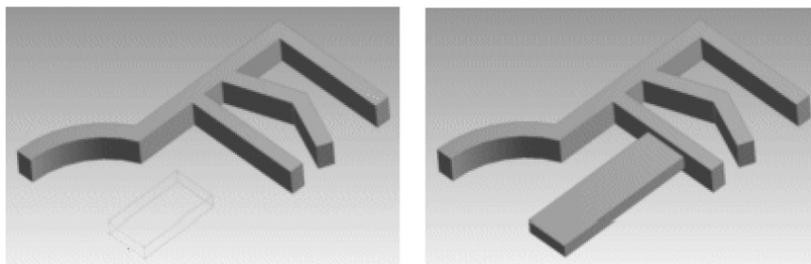

图 2-76 至下一个类型
- 至下一个：此操作将延伸轮廓到遇到的第一个面，在切割、压印面及切片操作中，将轮廓延伸至遇到的第一个面或体，如图 2-76 所示。